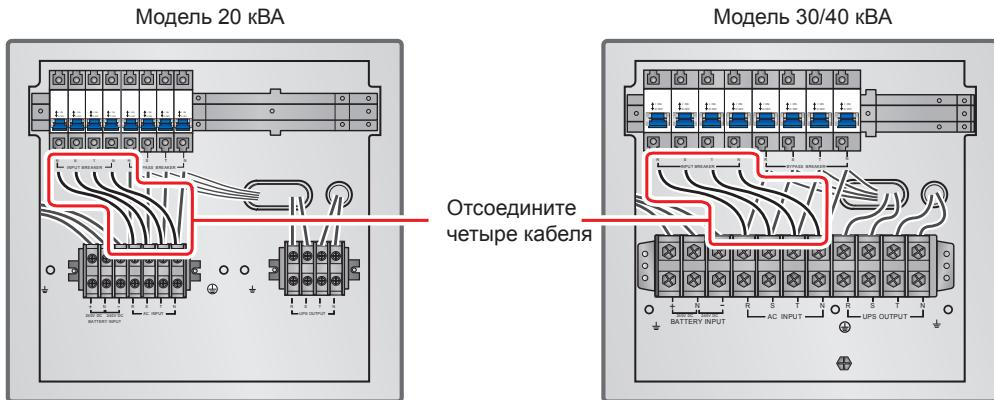

Рис. 6-6. Отключение четырёх кабелей, соединяющих блок зажимов сетевого входа с основным входным размыкателем
- Удалите четыре кабеля, соединяющие блок зажимов сетевого входа и основной входной размыкатель (см. *рис. 6-6*). Подключите кабели сети переменного тока R, S, T и N к основному размыкателью.